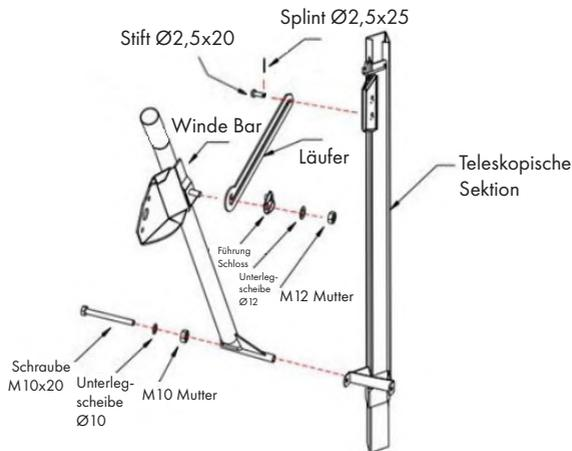

Abbildung 19
- Befestigen Sie die Windenstange und den Läufer wie in Abb. 19 gezeigt aneinander.